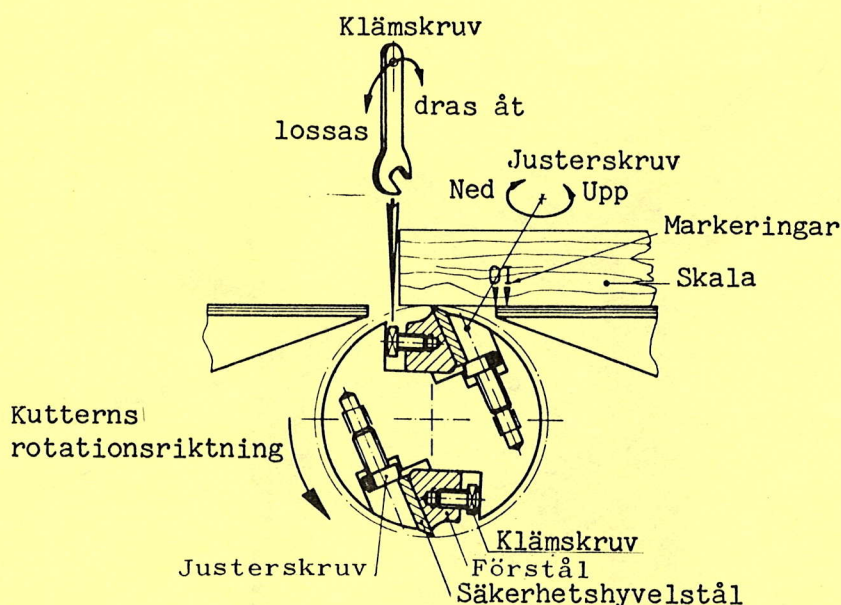

Fig 3
#### 5.0.0 STÅLBYTE OCH STÅLSLIPNING Fig. 3
#### 5.3.0 Inställning av hyvelstål - Se fig 3
- 9.1.0 Enfasväxelströmsmotorerna är monterade i driftfärdigt skick, och dess rotationsriktning är alltid den som anges i Fig. 3. Nätspänningen skall vara 220 V, 50 Hz. Avsäkring utförs med 16 A smältsäkring typ H 16 A (automatsäkring av s.k. hushållstyp) eller typ L 10 A (effektsäkring av automattyp). På grund av bl.a. olika kabellängder, säkringar med tidsmässigt olika funktion etc., så händer det ofta att nätsäkringarna löser ut för tidigt. Be då en fackman kontrollera el-system och anslutning. Vid upp till 25 m anslutningskabel, måste kabeltvärsnittet vara  $3 \times 1,5 \text{ mm}^2$ . Vid över 50 m kabel, måste tvärsnittet vara  $3 \times 2,5 \text{ mm}^2$ . Andra kabeltvärsnitt kan medföra så stora spänningsfall att maskinen inte fungerar.